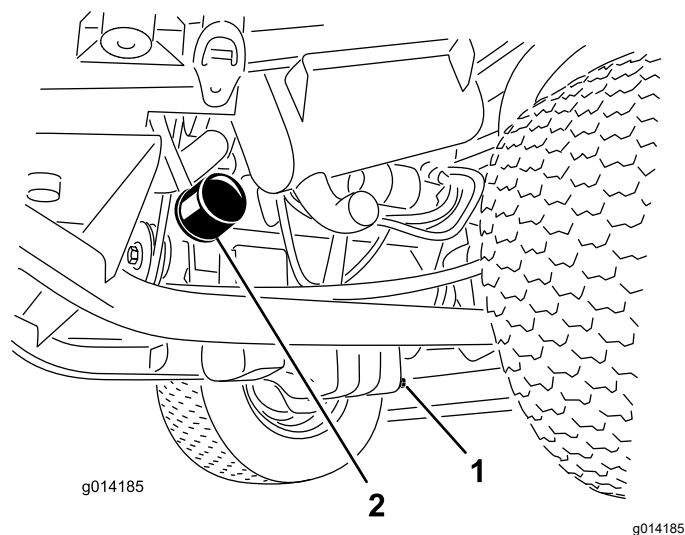

图 33
1. 拆下排油塞图 33 让油流入放油盘。
3. 拆下机油滤清器图 33。